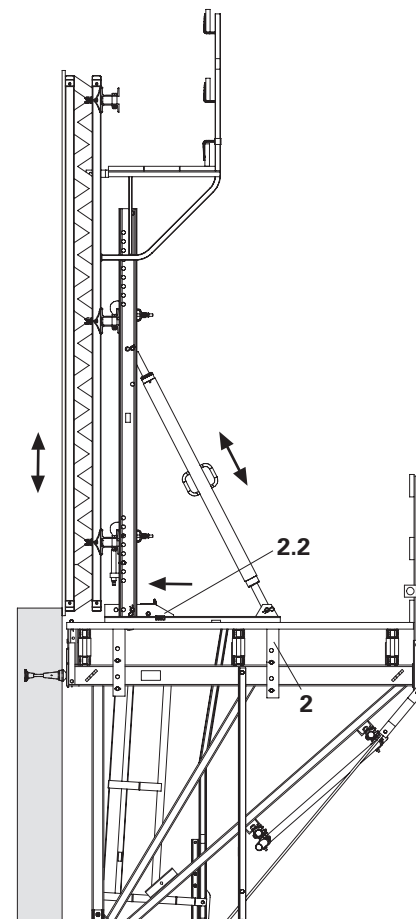

Fig. B2.12
7. Mover o carro (2) com a cofragem na direcção da parede. Travar o carro com a cunha (2.2).
8. Alinhar a cofragem. (Fig. B2.12)